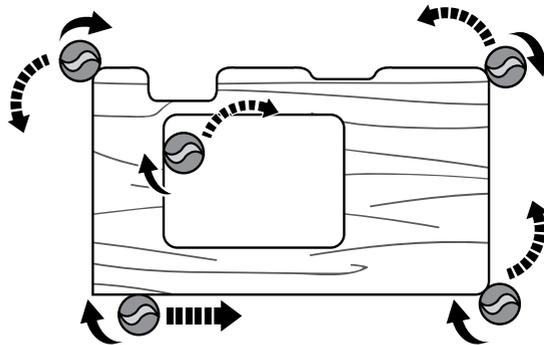

Fig. 21
- > Déplacez le produit dans le sens des aiguilles d'une montre quand vous travaillez l'intérieur de la pièce (Fig. 21).